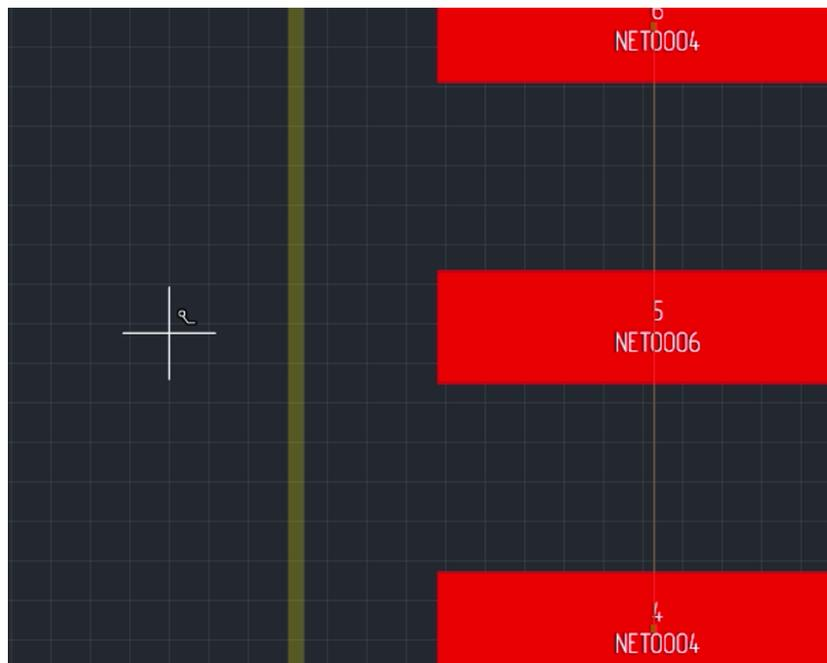

Рис. 227 Вид курсора при использовании инструмента «Разместить трек»
2. После того как инструмент «Разместить трек» выбран, курсор в рабочей области изменит свой вид, см. Рис. 227. Текущие координаты курсора отображаются в строке состояния.